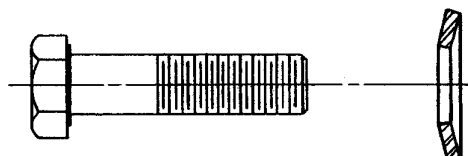

FIGURA 6-42
4. Para volverlo a instalar, deslice el ventilador sobre el eje, asegurando que la superficie de montaje del ventilador esté hacia el cubo del impulsor. Alinee las marcas de referencia (importante para el balanceo del ensamble), y monte el ventilador sobre el cubo del impulsor con los tornillos de casquete y las arandelas Belleville. (Figura 6-42.) Torsione los tornillos de casquete a un par de 60 pies-libra (81 N-m).